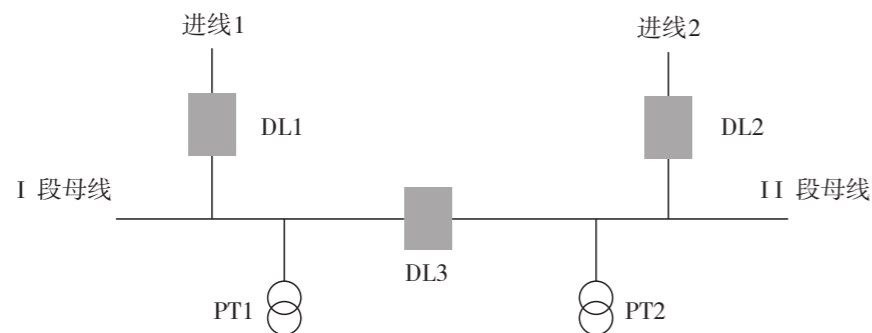

图9-3 使用MFZT装置的一次系统图
- YZ100-MFZT出口信号回路原理图(附图9-3);
附图9-3: YZ100-MFZT出口信号回路原理图